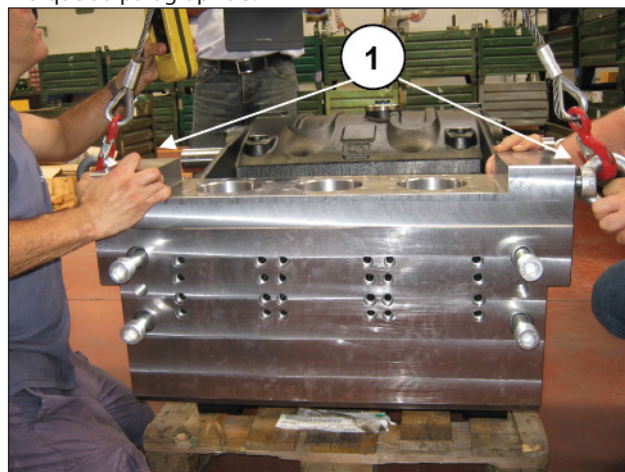
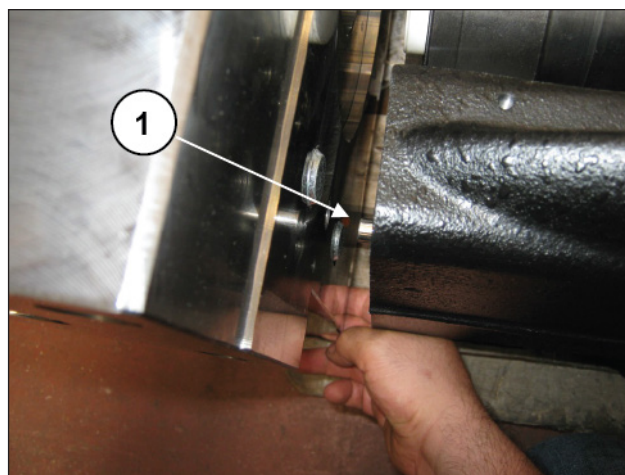

Fig. 192
Fig. 193
Monter deux anneaux M24 dans les trous de fixation de la bride de refoulement (rep. ①, Fig. 192), puis remettre en place la culasse sur le carter avant en faisant attention à ne pas endommager les goupilles de positionnement installées sur ce dernier (rep. ①, Fig. 193) et la fixer avec les 4 vis M24. Serrer les vis M24 à l'aide d'une clé dynamométrique, comme indiqué au paragraphe 3.